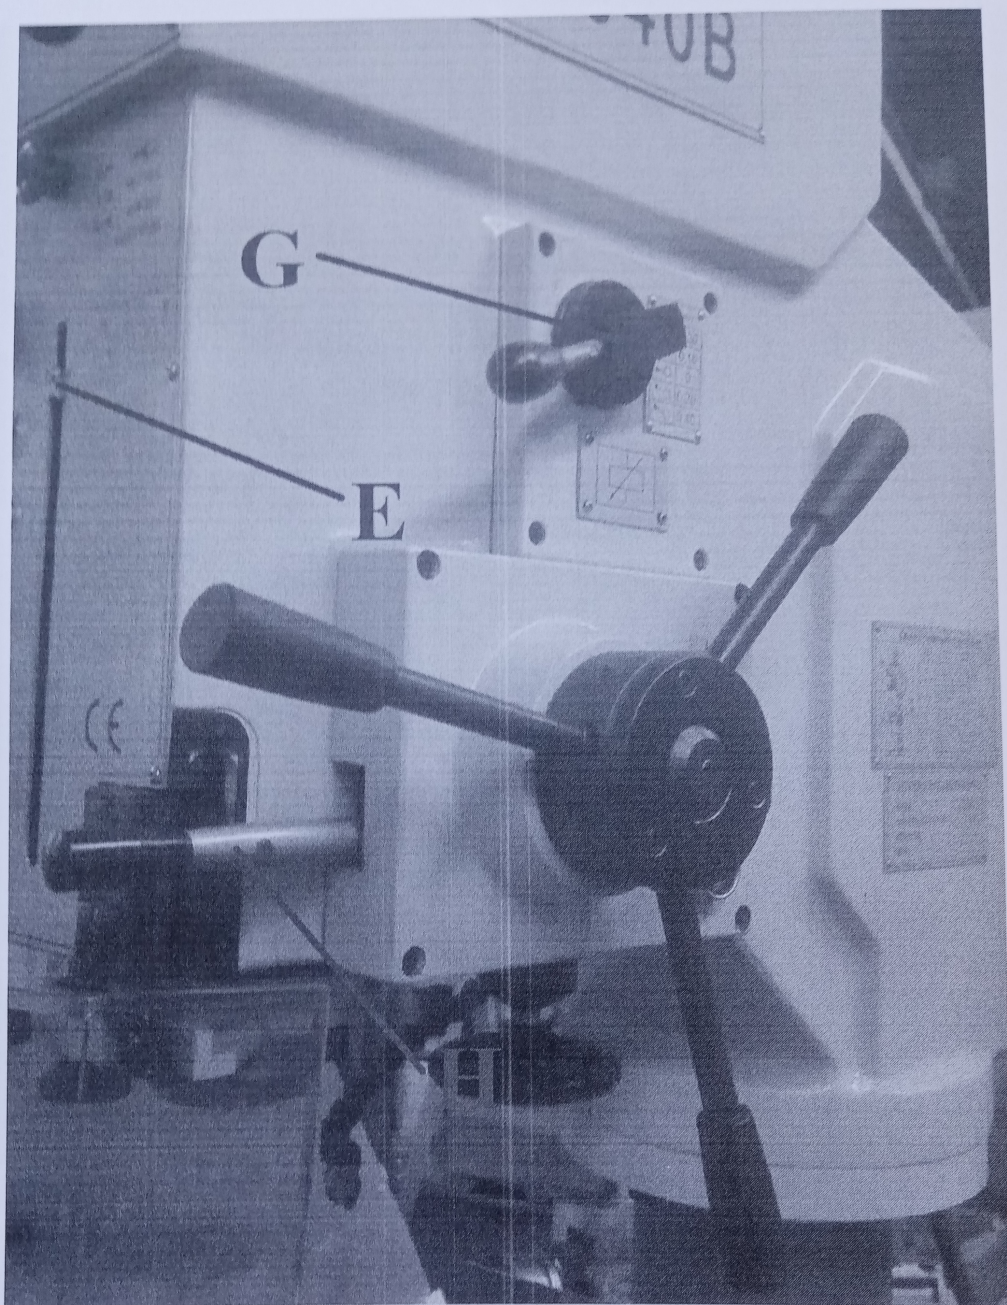

Рис. 10
5.6.2. Автоматическая подача (рис. 10).